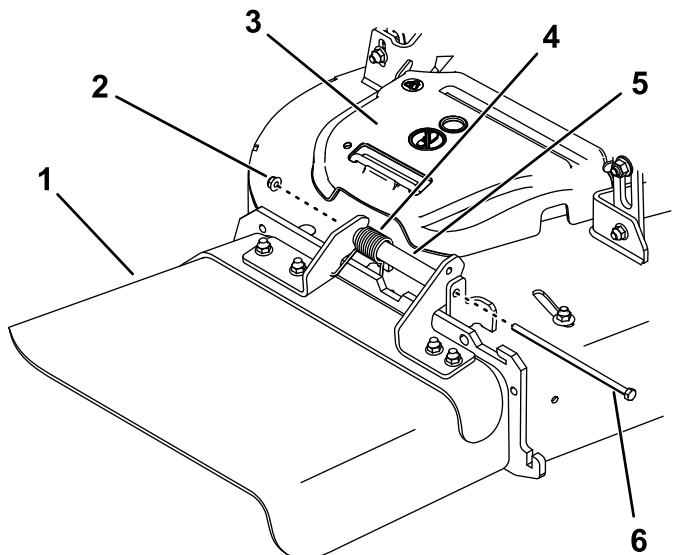

図 1
2. ベルトカバー図 1を取り外す。
1. 排出シートをデッキに固定しているボルト5/16 x 7 1/2"とナット5/16"を外す。シート、スプリング、スペーサを取り外す図 1。